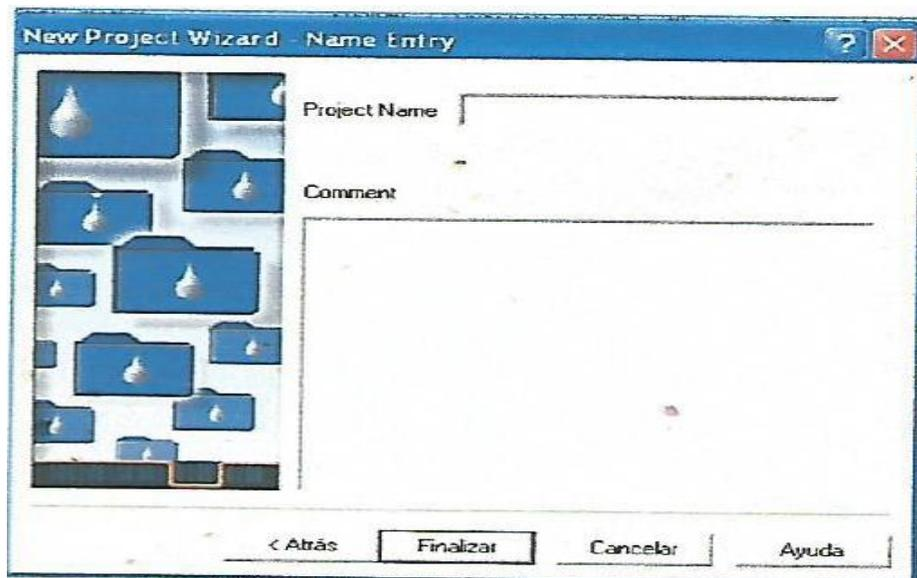

FIGURA 1
5.2.6. Nuevamente aparece una ventana como muestra la Figura 1 donde se da nombre al proyecto y en el espacio destinado para los comentarios, se detalla el análisis a realizar FINALIZAR. →